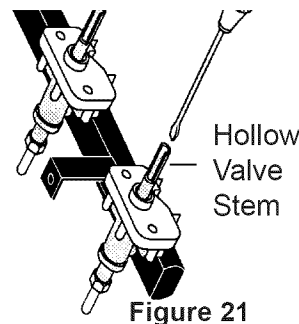

Figure 21
- e. Introduzca un destornillador delgado en la varilla hueca de la válvula y ajústelo sobre el tornillo que se encuentra adentro. El tamaño de la llama se puede aumentar o reducir girando el tornillo. Gire el tornillo a la izquierda para aumentar el tamaño de la llama. Gire el tornillo a la derecha para reducir el tamaño de la llama (vea la fig. 21). Ajuste la llama hasta que pueda girar la perilla rápidamente desde la posición LITE (encender) hasta el ajuste mínimo sin que se apague la llama. La llama debe ser lo mas pequeña posible sin que se apague.